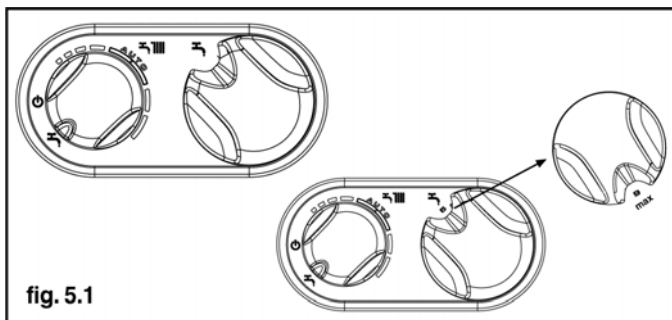

fig. 5.1
- установите переключатель режимов работы режим «лето» «☀» (рис. 5.1)
- установите регулятор температуры в контуре ГВС (рис. 5.1) на максимальное значение.
- Откройте кран подпитки (рис. 5.1а) и держите его открытым до тех пор, пока давление не поднимется до уровня от 1 до 1,5 бар.